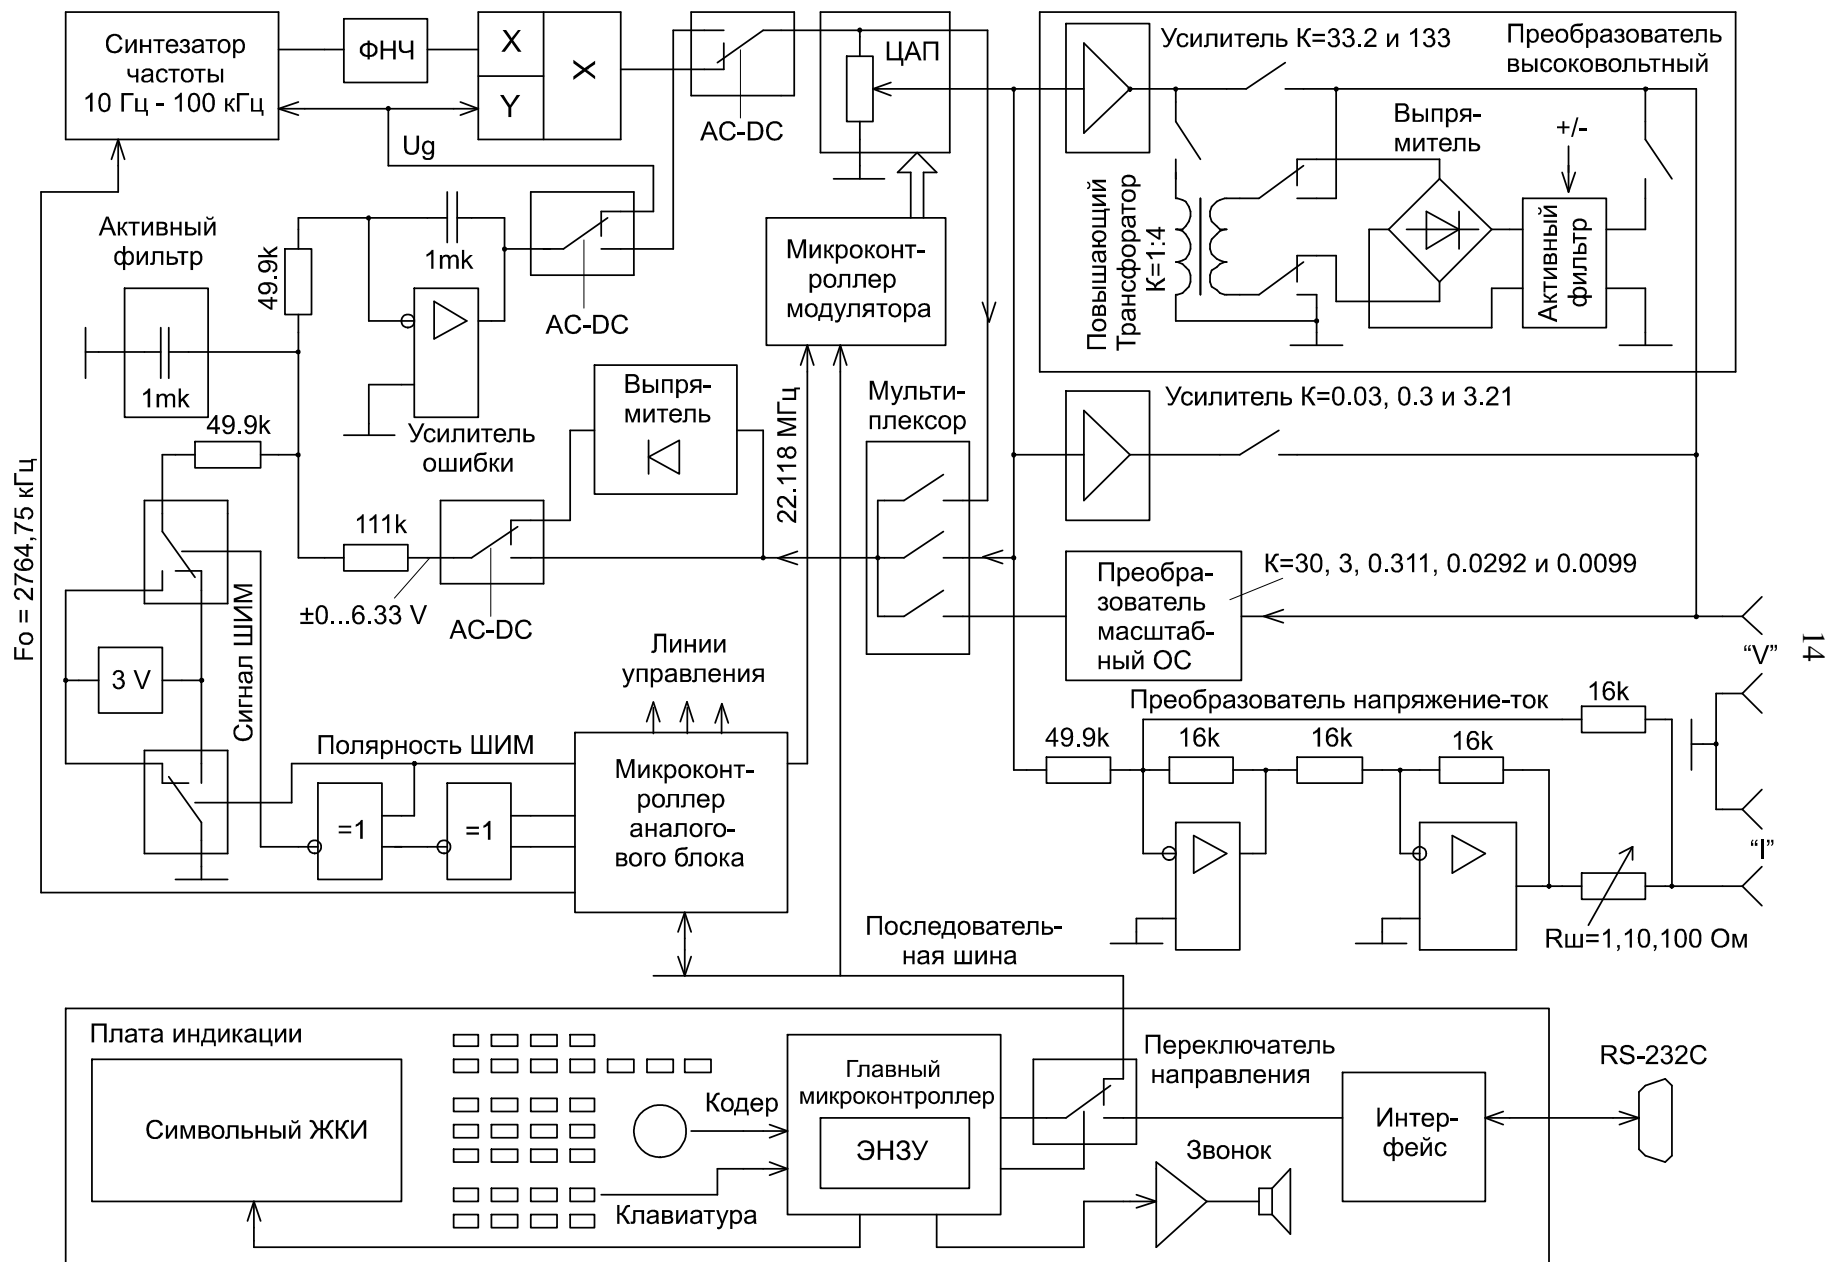

Рисунок 1.1 – Структурная схема калибратора Н4-11
1.4.16 Схема прибора (см. рисунок 1.1) построена таким образом, чтобы обеспечить полное электронное управление всеми аналоговыми устройствами калибратора. Реализация измерительных и калибровочных алгоритмов, а также генерация сигналов управления аналоговым блоком, управление индикатором, клавиатурой и интерфейсом RS-232C осуществляется главным микроконтроллером. Ведомые микроконтроллеры (аналогового блока и модулятора) принимают по последовательной шине команды от главного микроконтроллера (ведущего), вычисляют значения управляющих кодов и загружают их в аналоговые узлы.